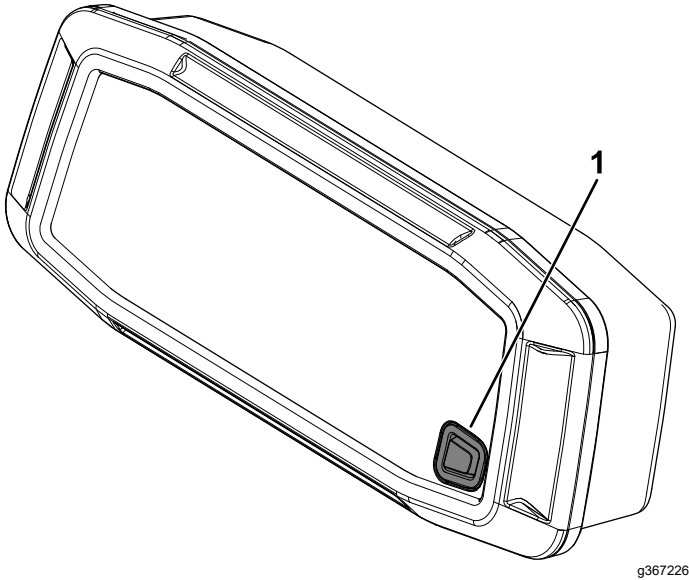

Figura 72
1. Mantenga pulsado el botón (Figura 72) durante al menos 10 segundos.